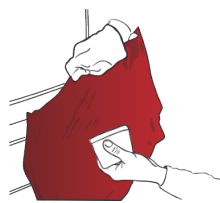

Abbildung 19
- › Gegebenenfalls die Folie wieder ablösen, erneut spannen, die konvexe Fläche vollständig bedecken und verkleben. (Abb. 19)